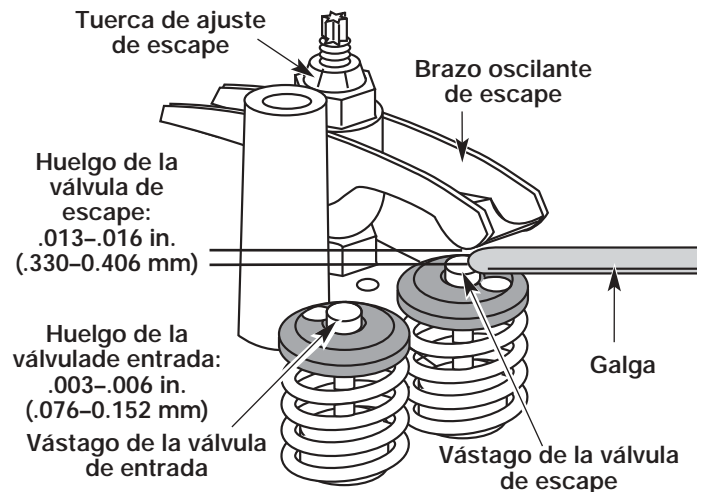

Fig. 46
Use una galga regular de automóvil de .005 pulgadas (0.127 mm). La galga debe deslizarse entre el brazo oscilante y el vástago de la válvula con una ligera cantidad de resistencia, sin doblarse (Fig. 46).
- a. Gire la tuerca de ajuste con una llave de 5/16 pulgadas (8 mm) o una guía de tuercas (Fig. 46).